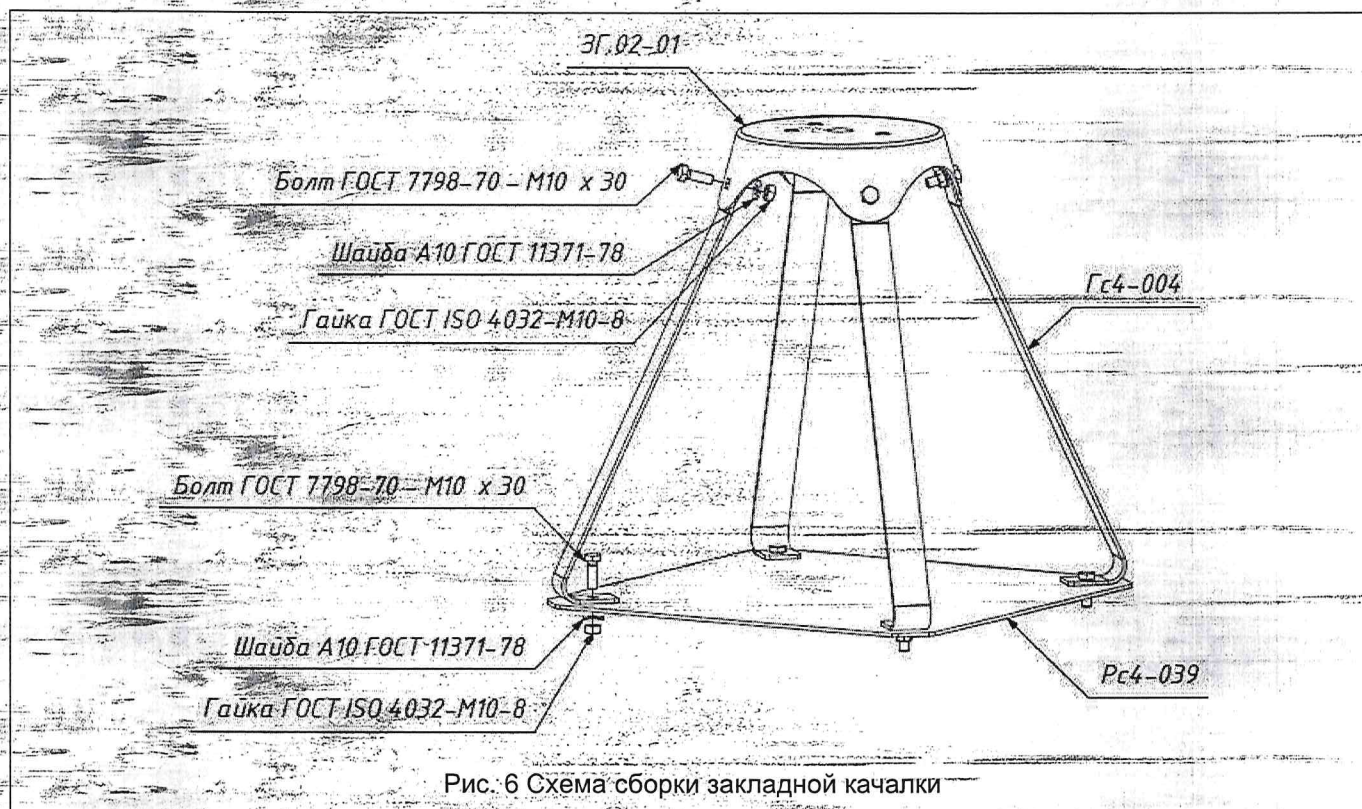

Рис. 6 Схема сборки закладной качалки
6.9. Приступить к сборке закладной. Закладная состоит из 4-х стоек Гс4-004, пластины Рс4-039 и основания пружины ЗГ-02.01. Детали крепятся при помощи болтов, гаек и шайб (Рис. 6).